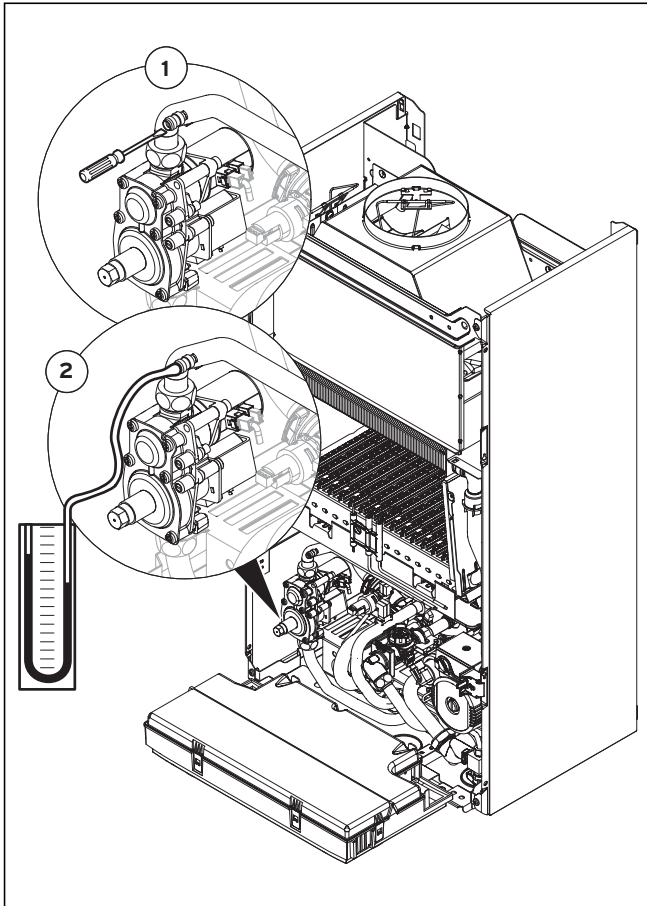

Fig. 6.4 Controllo del carico nominale
- Allentare la vite di tenuta sulla rampa gas (1 in fig. 6.4).
- Collegare un manometro digitale o a tubo a U (2 in fig. 6.4).